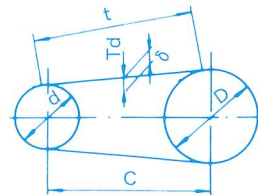

図2 ベルトの張り
- (注) 1 図2のように、上表のベルトたわみ荷重〔Td〕をベルト1本当たりに与えたとき、ベルトのたわみ〔 δ 〕が、次の式の値になるようベルトの張りを調整してください。